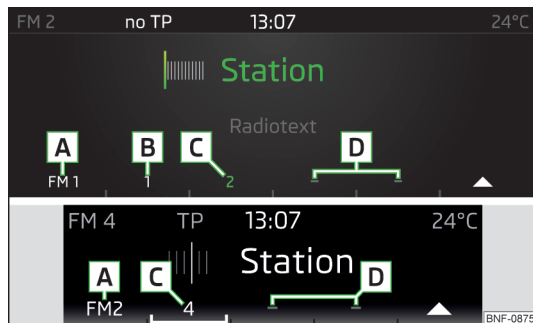

Abb. 102
- » Zur **Senderspeicherung** die Speichergruppe mit der Funktionstaste **A** » Abb. 102 auswählen und die gewünschte Stationstaste gedrückt halten.
Stationstasten für bevorzugte Sender » Abb. 102